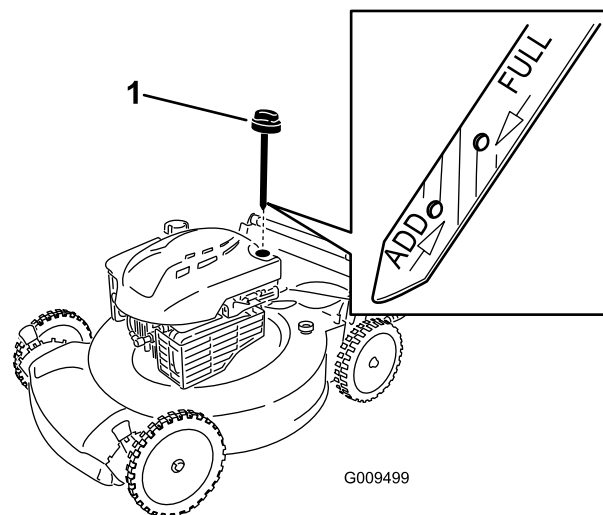

Рисунок 9
1. Выньте щуп для измерения уровня, вытрите его, и затем вставьте на полную глубину (Рисунок 9).
2. Выньте щуп и проверьте уровень масла (Рисунок 9). Если уровень масла ниже отметки **Add (ДОЛИТЬ)** на масломерном щупе, **медленно** заливайте масло в маслозаливной патрубок, чтобы поднять уровень масла до метки **Full (ЗАПОЛНЕНО)** на масломерном щупе. **Не допускайте переполнения картера.**